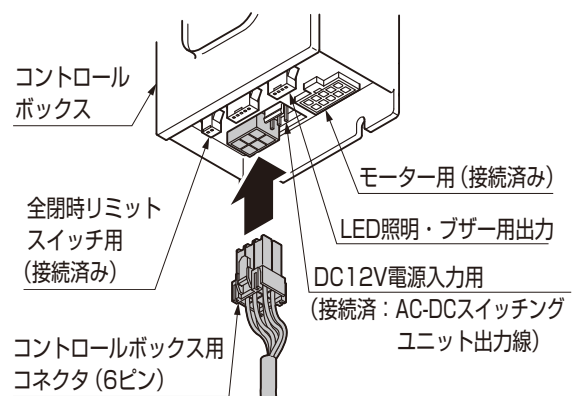

図2-3 コントロールボックス用コネクタの接続
- ③機器接続配線のコントロールボックス用コネクタ (6ピン) を電動支柱 (支柱) のコントロールボックス横の長穴に通し、コントロールボックスに接続してください。(図2-3参照)